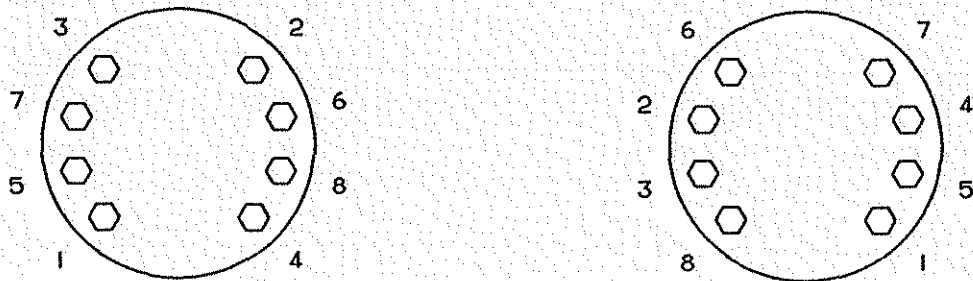

FIGURE 1
1.1 THE BRAKE IS TO BE ASSEMBLED TO THE AXLE FLANGE WITH THE SPECIFIED FASTENERS AND THEN THE FASTENERS TIGHTENED TO THE FINAL TORQUE VALUE IN EITHER OF THE SEQUENCES SHOWN IN FIGURE 1.